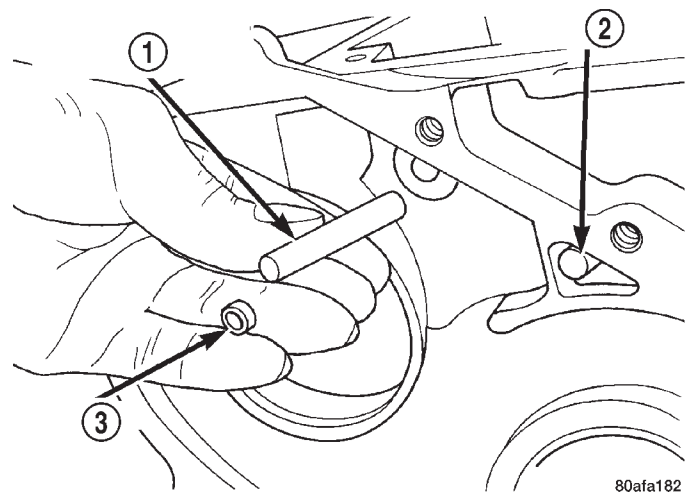

Fig. 70 Desmontaje del eje de anclaje y tapón
(60) Con un punzón apropiado, extraiga el tapón del eje del pivote del soporte de guía de estacionamiento (Fig. 70).